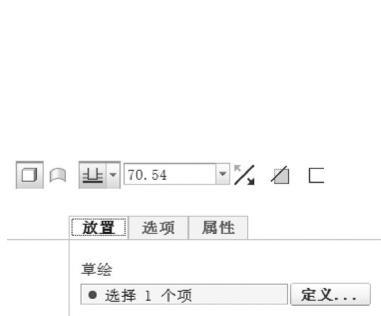

图 4-3 “放置”面板
- “放置”面板：该面板如图 4-3 所示，使用该面板创建或重定义特征截面。要创建拉伸截面，则单击“定义”按钮，打开草绘器以创建内部草绘。